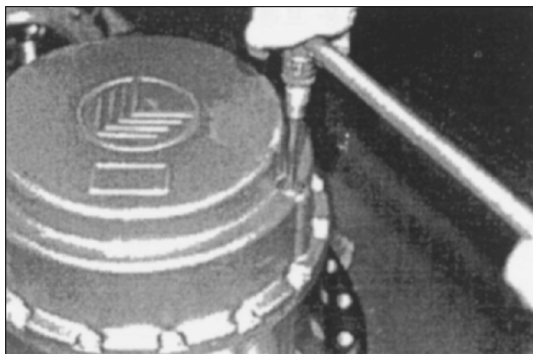

Рис. 76
14. Переверните сборочный узел редуктора и отсоедините 2 заглушки (M22 x 1.5). Рис. 76.